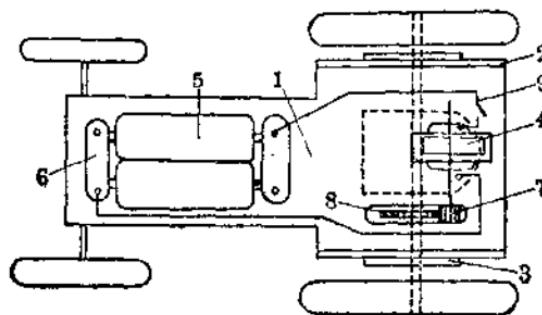

图 23
d. 把电池夹按图 23 所示，钉在车头底板上，当中空出能放两节五号电池的位置，并照线路接上。最后在车身尾部装上开关。
d. 司机座椅胶合在座椅垫板上，然后把座椅垫板盖在电动机动力箱上。即装配成拖拉机（图 23）。